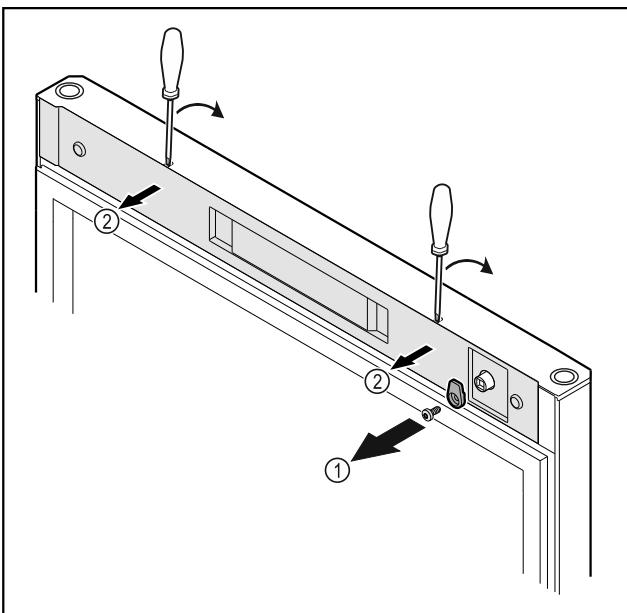

Fig. 9
- Desatornillar el gancho de cierre Fig. 9 (1).
- Desenganchar la cubierta Fig. 9 (2) con un destornillador pequeño y retirarla.